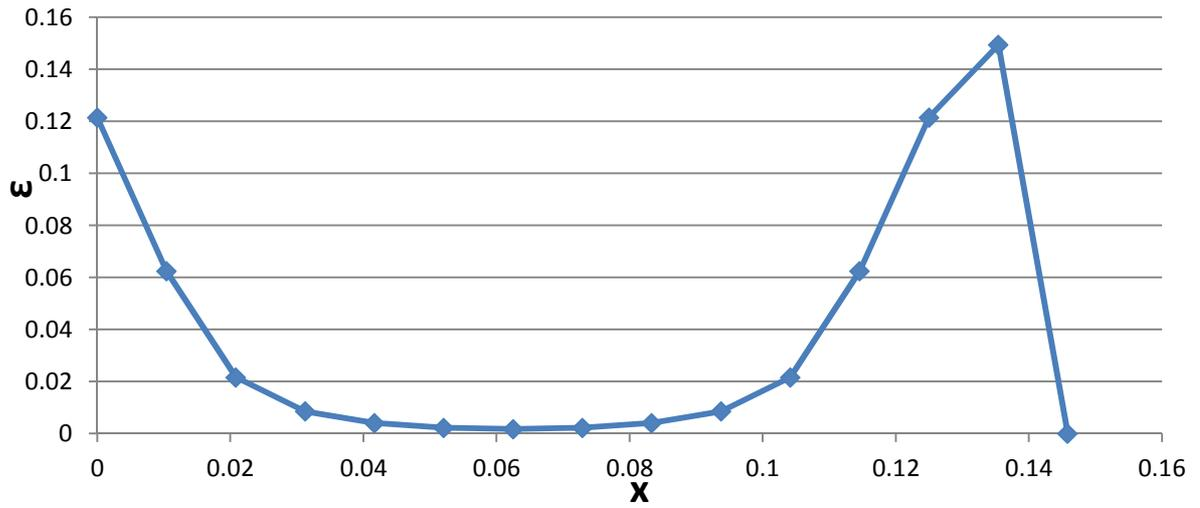

Рис. 4 График деформаций в зависимости от координаты $\varepsilon(x)$
- 1) Был построен график напряжений $\sigma(x)$ в зависимости от координаты x . (Рис. 4)
Графики строятся на промежутке $0.4 \leq x \leq 0.6$ (рис.4)